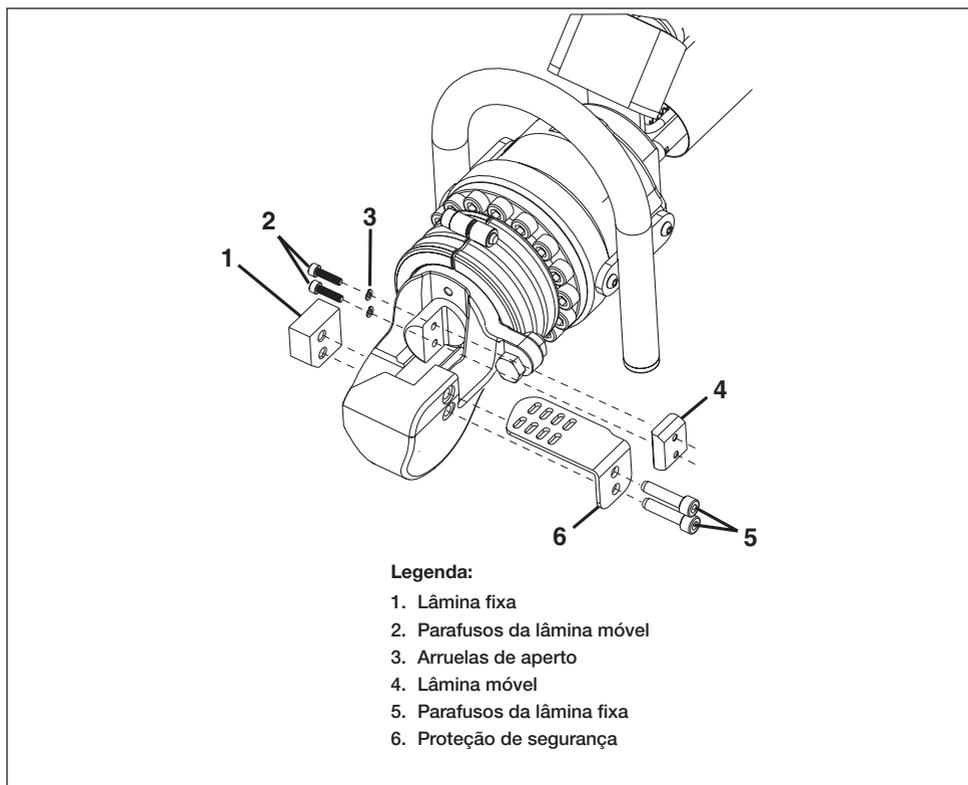

Figura 11, troca da lâmina
Troque a lâmina fixa conforme descrito nos passos seguintes. Consulte a Figura 11, itens 1 e 2.
1. Acione a bomba. Mova o pistão para a posição "inicial" (totalmente retraída). Veja a Figura 11.
5. Remova os dois parafusos da lâmina fixa (Figura 11, item 5) e a proteção de segurança (Figura 11, item 6).
6. Remova a lâmina fixa gasta (Figura 11, item 1) e troque-a por uma nova lâmina fixa.
7. Instale dois parafusos de lâmina fixa NOVOS (Figura 11, item 5) e a proteção de segurança. Parafusos de lâmina fixa novos são inclusos com a lâmina nova. Aplique torque a 25 Nm [18 ft-lb]. Também aplique Loctite 243 ou equivalente.
1. Acione a bomba. Estenda o pistão apenas o suficiente para permitir acesso aos parafusos da lâmina móvel. Veja a Figura 11.
4. Solte e remova os dois parafusos da lâmina móvel (Figura 11, item 2) e arruelas de trava (Figura 11, item 3) da lateral do cortador.
5. Remova a lâmina móvel gasta (Figura 11, item 4).
6. Insira a lâmina móvel nova (Figura 11, item 4).
7. Instale e aplique torque nos parafusos da lâmina móvel (Figura 11, item 2) a 6 Nm [53 pol-lb]. Aplique Loctite 243 ou equivalente.